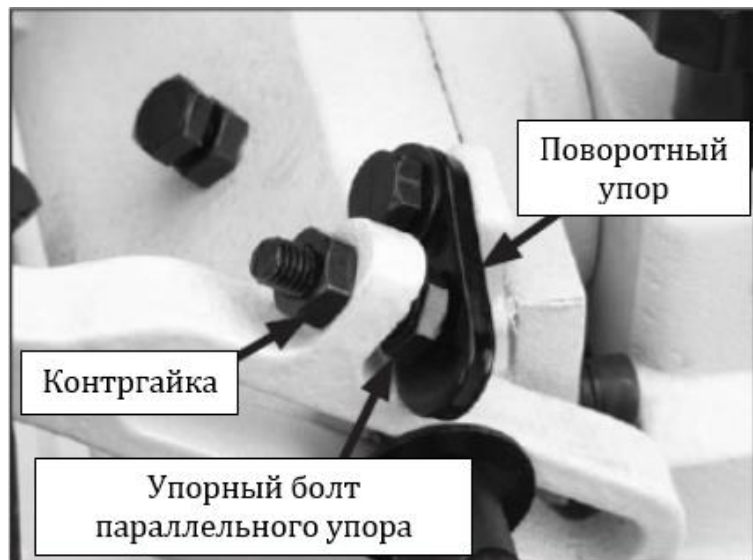

Рис. 26. Задействованный поворотный упор на 90°
1. Установить поворотный упор положения под углом 90° в положение, показанное на рис. 26.
3. Ослабить контргайку упорного болта положения под углом 90° параллельного упора (рис. 26).